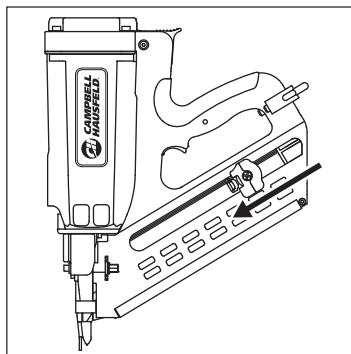

Figura 18
3. Presione el botón del impulsor de sujetadores y lleve el impulsor hasta que entre en contacto con la parte inferior de la plancha de clavos colocada en el cargador (vea la Figura 18).